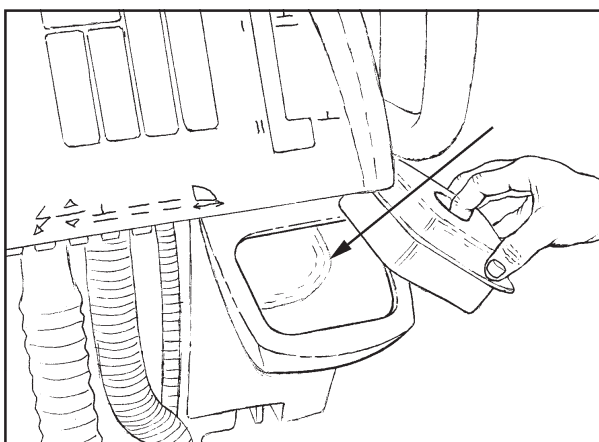

Figura 27
El depósito de solución se llena en la parte posterior de la máquina (Refiérase a la figura 27). Para llenar el depósito de solución, el procedimiento es el siguiente:
6. Ponga el selector en la velocidad deseada (sólo en los modelos "L") (figura 27).